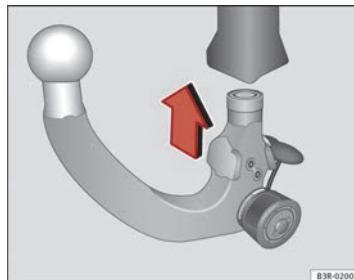

Fig. 170 Dispositivo desmontable para remolque: Colocar la rótula
- Coloque la rótula pretensada en el tubo de enclavamiento y haga presión hacia arriba en la dirección que indica la flecha ⇒ fig. 170 ⇒ Δ. El proceso de bloqueo se realiza de un modo automático. En ese momento debe poder oírse claramente un chasquido de encastre.